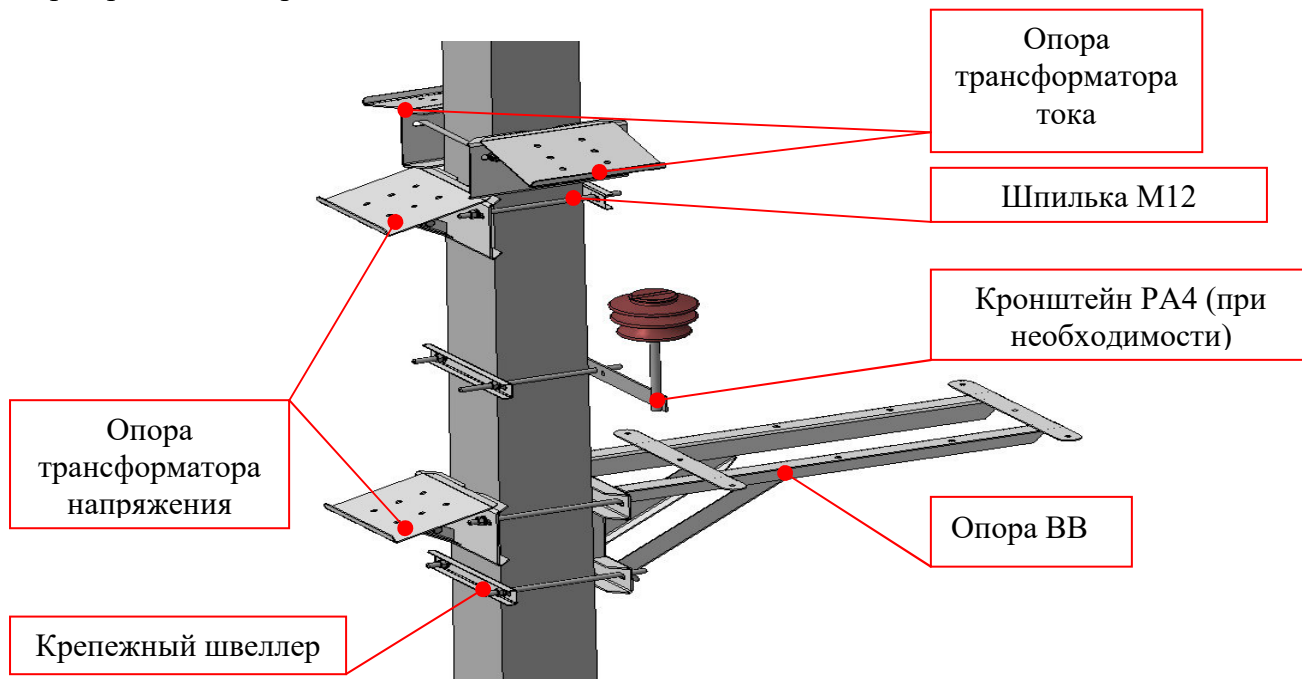
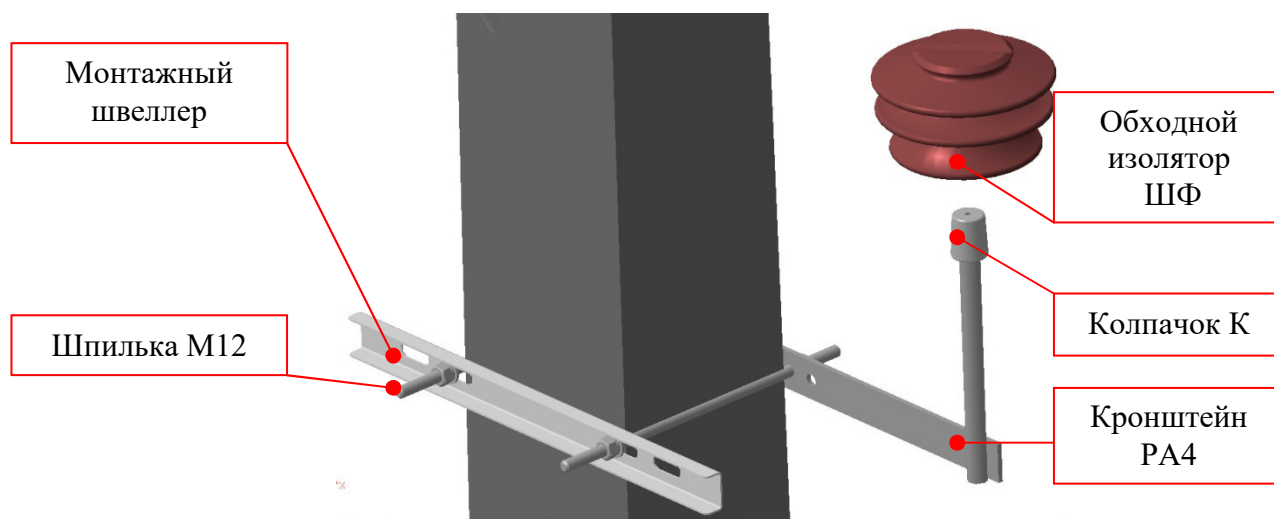

Рисунок 1.3 — Смонтированные опоры и кронштейн РА4.
Рисунок 1.4 — Монтаж кронштейна РА4 (увеличено).
Закрепить опоры трансформаторов и опору ВВ в соответствии с рис. 1.3 Высота установки опор определяется проектом.
**Примечание:** ВВ фиксируется на предустановленной опоре, в её центре (см. рис.1.3), при помощи крепежа М12 (рис. 1.10.6), входящего в КМ. При необходимости смонтировать обходной кронштейн РА4, согласно рис. 1.4.
На рисунке ниже показана примерная конструкция антенны и её установка. Фиксирование мачты на опоре аналогично установке кронштейна РА4 (рис. 1.4).